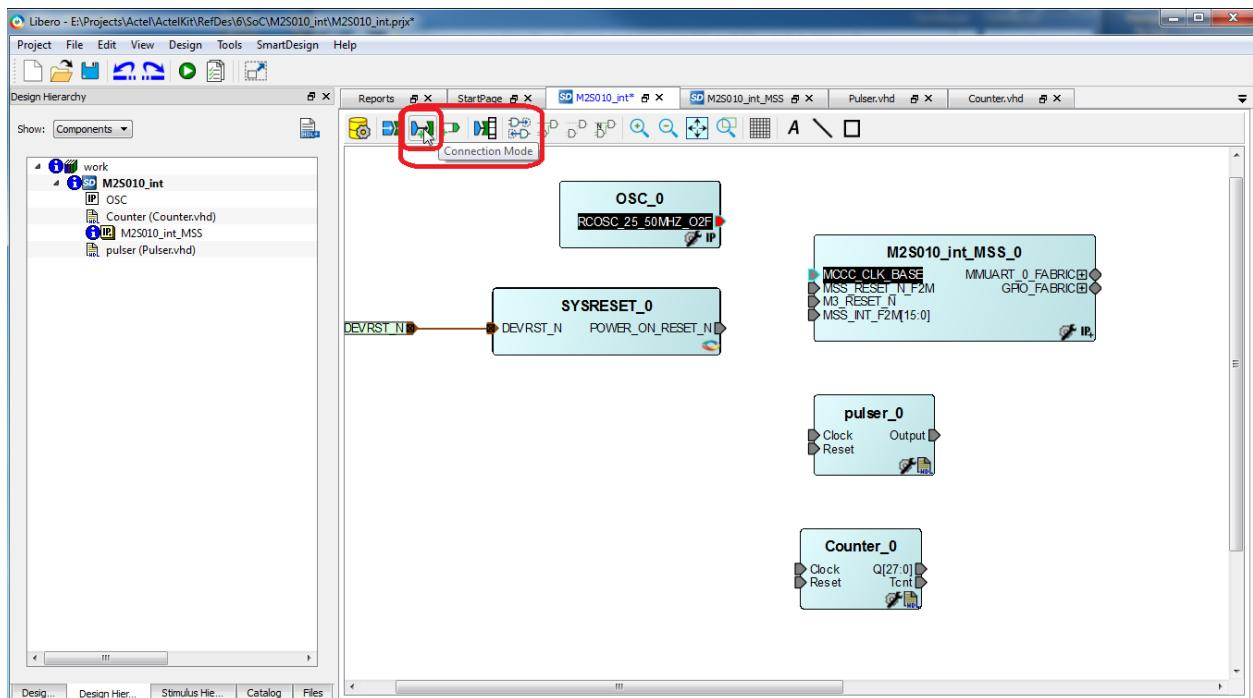

Рис. 26.
- 2) Используя быструю клавишу Connection Mode (рис. 26);